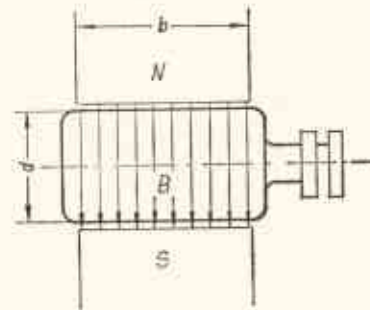

Abb. 7.2 – Wechselstromgenerator
6. Der Anker eines Wechselstromgenerators hat $N = 20$ Windungen und einen mittleren Windungsdurchmesser von $d = 150$ mm. Die Polbreite der Magnetpole beträgt $b = 200$ mm. Die magnetische Flußdichte ist $B = 0,8$ T stark. Der Anker macht $n = 1500$ Umdrehungen pro Minute (Abb. 7.2). Wie groß ist der Höchstwert der erzeugten Wechselspannung?